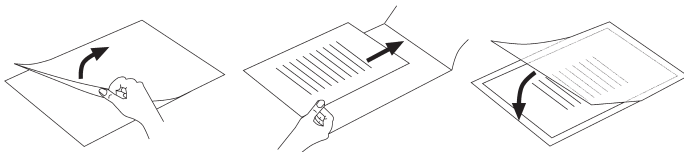

Fig. 2
- ▶ Tenga cuidado de utilizar sólo una lámina para laminar. Antes ábrala tal como se representa en la fig. 2.
- ▶ Tenga cuidado de utilizar sólo una lámina para laminar. Ábrala tal como se muestra en la fig. 2 (véase Pág. 8).